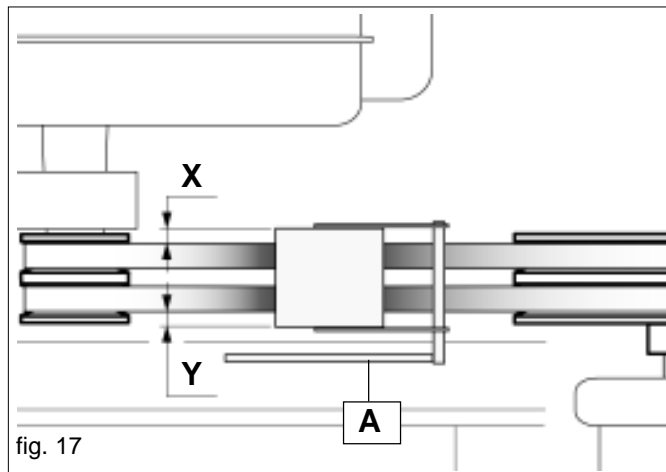

fig. 17
- 4) Verificare che le cinghie siano centrate rispetto al rullo tendicinghia ($X=Y$, Fig. 17). Se ciò non fosse rispettato, verificare il corretto posizionamento del triangolo mediante il tirante terzo punto (Fig. 9).
Verificare il corretto centraggio delle cinghie sul rullo tendicinghia (Fig. 17) dopo alcuni minuti di funzionamento della soffiante. Le cinghie devono essere sostituite sempre in coppia, usando ricambi originali.